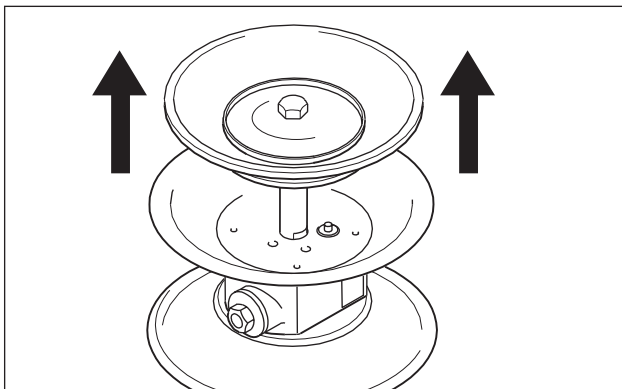

Рис. 11: Вынимание поршневого штока.
- Ослабьте внешнюю тарелку диафрагмы и снимите с диафрагмой (рис. 11). В случае
- Вынуть поршневой шток со второй мембраной из среднего блока и демонтировать вторую мембрану (Рис. 11).